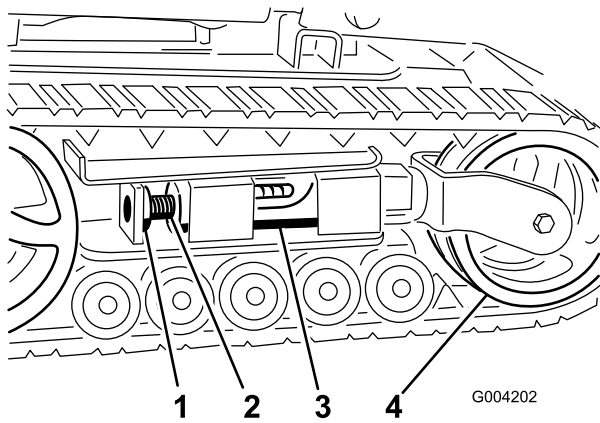
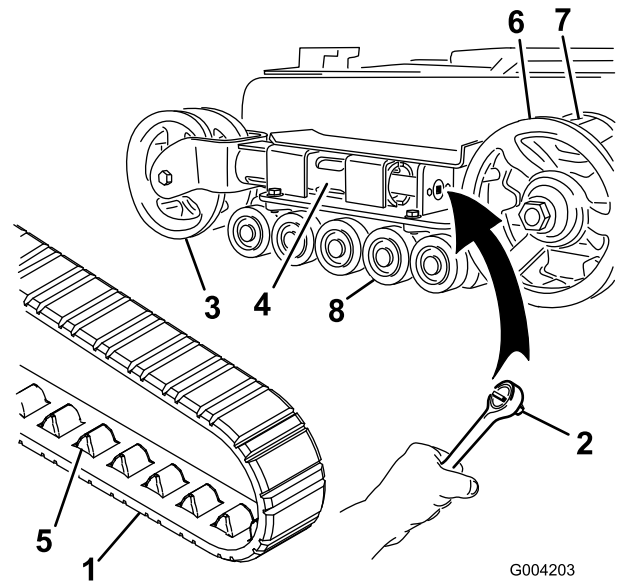
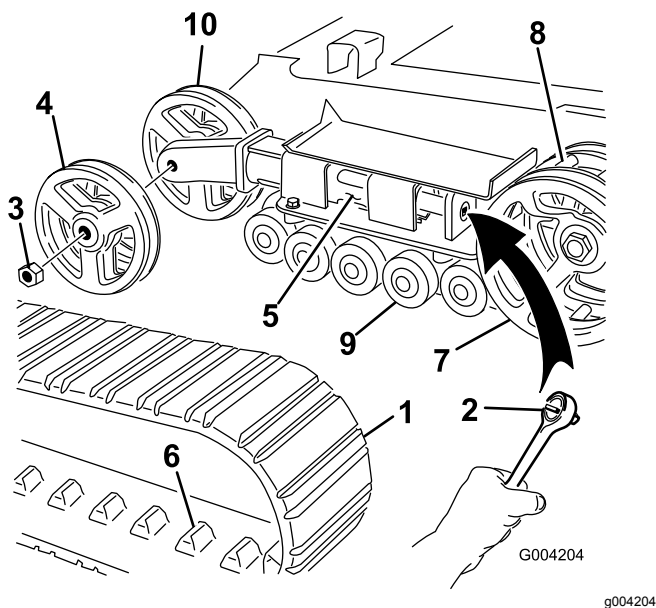

Figure 45
Figure 46
Figure 47
4. Enlevez le boulon et l'écrou de blocage (Figure 45).
6. Alignez l'encoche la plus proche dans la vis de tension avec le trou du boulon de blocage, et fixez la vis avec le boulon et l'écrou de blocage (Figure 45).
6. Poussez la roue de tension vers l'arrière de la machine pour appuyer le tube de tension contre le cadre (Figure 46).
8. Lorsque la chenille est déchaussée, retirez-la du pignon d'entraînement et des galets de roulement (Figure 46).
9. Pour installer la chenille neuve, commencez par l'enrouler autour du pignon, en veillant à ce que les crampons s'engagent correctement entre les dents du pignon (Figure 46).
10. Poussez la chenille sous et entre les galets de roulement (Figure 46).
Remarque: Les chenilles sont de type étroit si les roues de tension avant sont montées à l'intérieur d'une chape au bout du tube de tension (Figure 46).
5. À l'aide d'un rochet de 1/2", tournez la vis de tension dans le sens horaire pour détendre la transmission (Figure 45 et Figure 46).
Remarque: Les chenilles sont de type large si les roues de tension avant sont montées sur les côtés au bout du tube de tension (Figure 47).
- Enlevez le boulon et l'écrou de blocage (Figure 45).
- À l'aide d'un rochet de 1/2", tournez la vis de tension dans le sens horaire pour détendre la transmission (Figure 45 et Figure 47).
- Poussez la roue de tension vers l'arrière de la machine pour appuyer le tube de tension contre le cadre (Figure 47).
- Retirez l'écrou de fixation de la roue de tension extérieure et déposez la roue (Figure 47).
- Déposez la chenille (Figure 47).
- Retirez l'écrou de fixation de la roue de tension intérieure et déposez la roue (Figure 47).
- Posez la roue de tension intérieure et fixez-la avec l'écrou retiré précédemment (Figure 47).
- Posez la chenille neuve en prenant soin que les crampons s'engagent entre les dents au centre du pignon (Figure 47).
- Posez la roue de tension extérieure et fixez-la avec l'écrou retiré précédemment (Figure 47).
6. Placez le chapeau de galet de roulement sur la tête du boulon (Figure 46).
7. Fixez le chapeau avec le circlip (Figure 46).